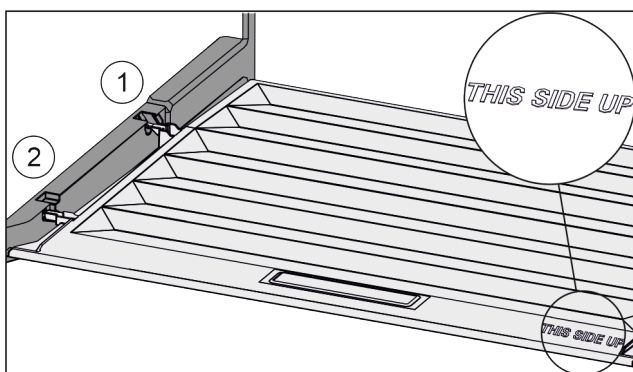

Fig. 162
- ▶ Výstupky víka zaveďte do zadních držáků Fig. 162 (1) a vpředu zaklesněte do držáku Fig. 162 (2).